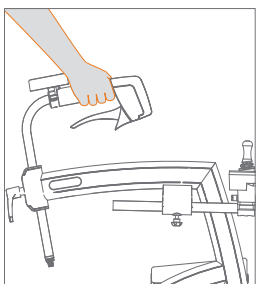

Abbildung 65: Fahren.
- a. Beim Gehen die Finger locker um die Schaumstoffhandgriffe legen (**Abbildung 65**). Sie können sie auch um die Bremsgriffe legen, wobei der Daumen auf der Innenseite des Griffs liegt.